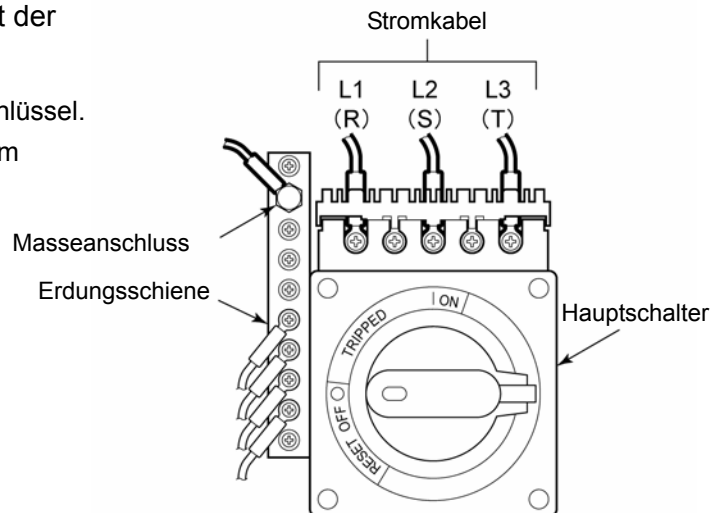

Abb. 3-10 Verbindung von Stromkabel und Masseanschluss
- Ziehen Sie die Leitungsanschlüsse mit einer Rohrzanze fest und achten Sie dabei auf das korrekte Anzugsmoment (siehe Abb. 3-10 auf Seite 3-13).